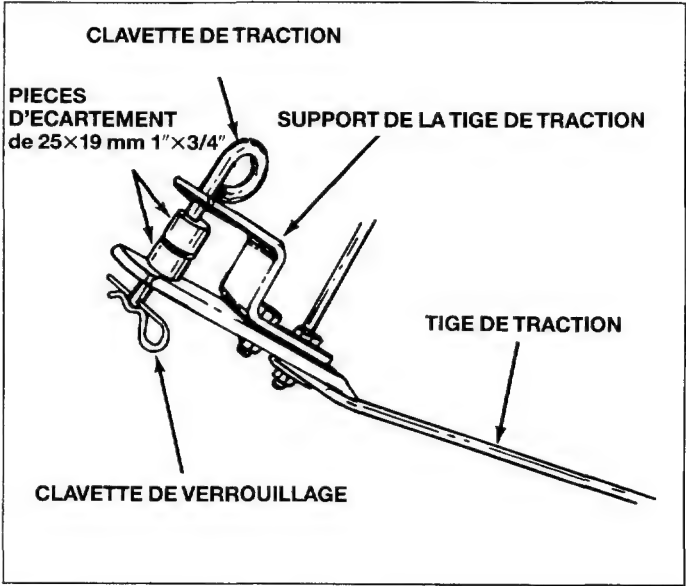

Fig. 11
12. Installez la clavette de verrouillage, deux douilles d'écartement de 25×19 mm et la clavette en épingle à cheveux. Voir la figure 11.